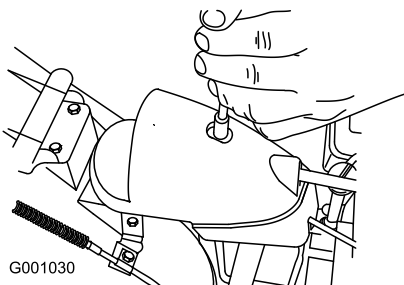

Figure 52
1. Retirez la fixation du couvercle du secteur denté (Figure 52), soulevez l'avant du couvercle et faites-le coulisser en arrière de façon à l'écarter.